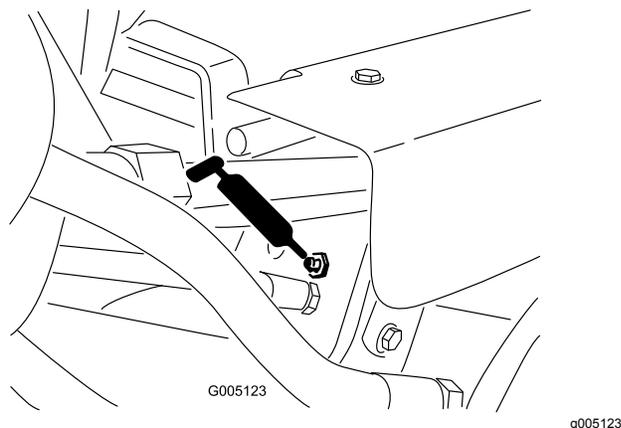

Figura 34
- Cilindros de elevação (3) (Figura 34)